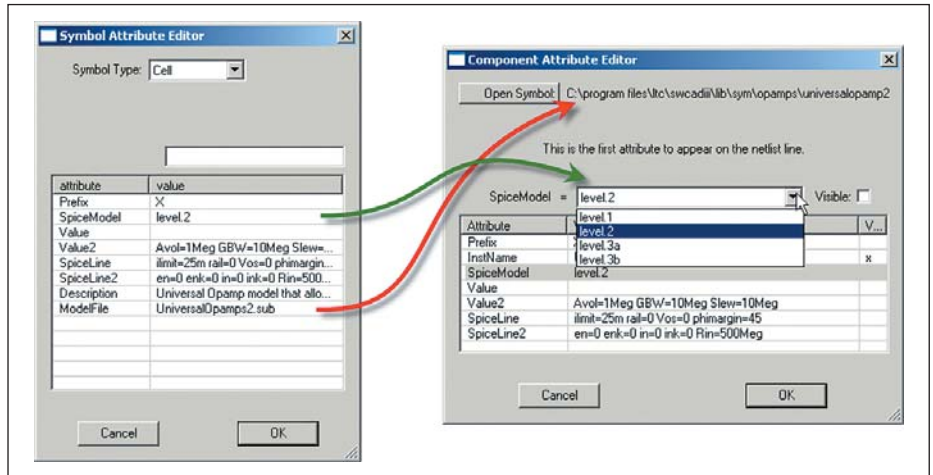

Рис. 26. Пример использования атрибута ModelFile
- ModelFile — атрибут позволяет определить файл, который будет включен в список соединений как библиотечный. Использование этого атрибута меняет назначение атрибута SpiceModel, который теперь указывает название конкретной подсхемы в библиотечном файле. В свою очередь, в окне редактирования компонента появляется строка выбора, позволяющая выбирать отдельные подсхемы библиотечного файла. Хорошим примером использования этого атрибута является пара символа “.lib/sym/Opamps/UniversalOpamp2.asy” и подсхемы “.lib/sub/UniversalOpamps2.sub” (рис. 26).